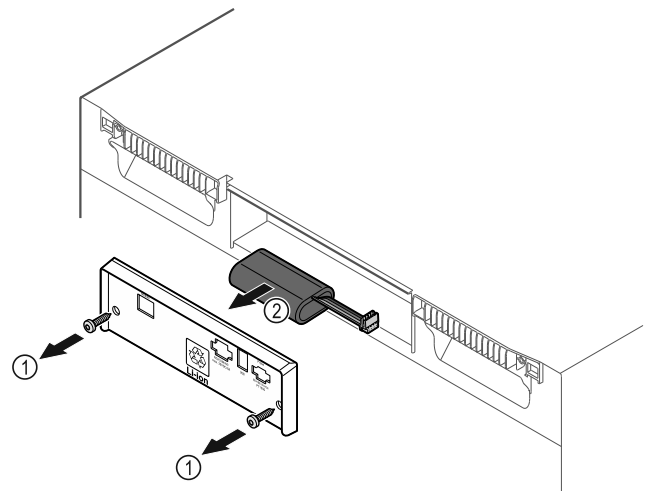

Fig. 185
- ▶ Открутите винты и снимите крышку с задней стороны устройства Fig. 185 (1).
- ▶ Отсоедините и извлеките аккумуляторную батарею Fig. 185 (2).